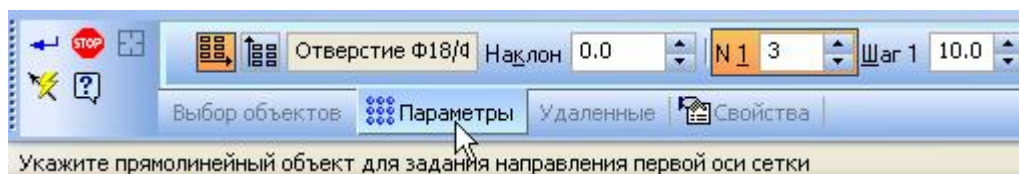

Рисунок 15.
- Откройте вкладку Параметры на Панели свойств — система перейдет в режим определения параметров массива (рис.15).